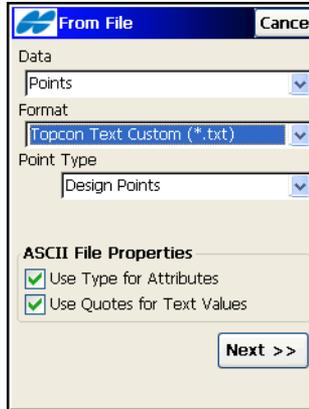

Abbildung 5-10. Aus Textdatei
1. Wählen Sie für Punkte oder Punktlisten den zu importierenden Punkttyp in der Liste *Daten* (Abbildung 5-10). Wenn Sie eine Textdatei wählen, aktivieren Sie gegebenenfalls die Kontrollkästchen im Bereich *ASCII-Datei-Eigenschaften*. Diese Bedingungen geben an, ob Typen für Attribute und Anführungszeichen für Textwerte verwendet werden.